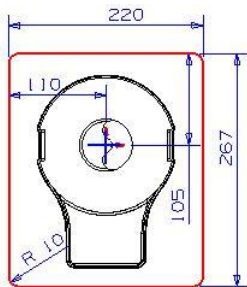

图7-15
3. 在【成形特征】工具条中单击【草图】按钮，弹出【基准平面】悬浮工具条。以默认平面作为草绘平面，单击【确定】按钮进入二维草图界面绘制草图轮廓，如图 7-15 所示。